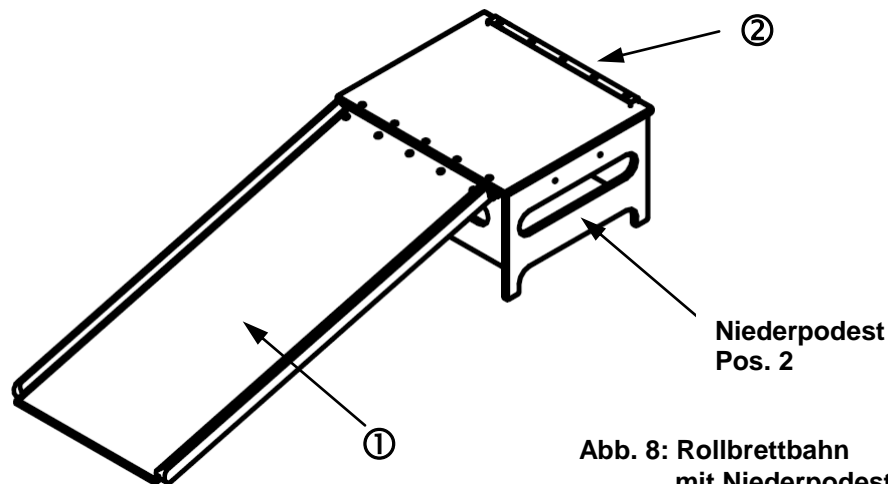

Abb. 8: Rollbrettbahn
Die Rollbrettbahn ① kann nur unter Verwendung des SPORT-THIEME-Niederpodest (Artikelnr.: 201 7408) genutzt werden (Siehe Abb.8).